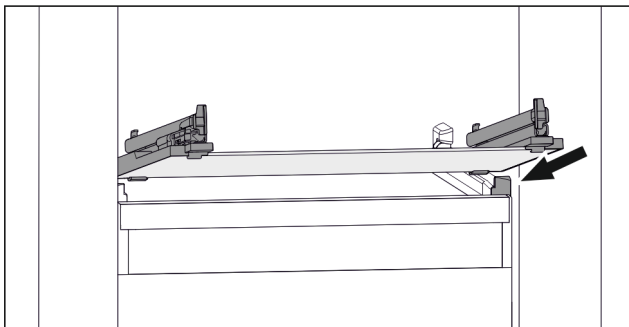

Fig. 134 Beispielhafte Darstellung der Glasplatte
- Glasplatte schräg hinter den Stopperr aufsetzen. (siehe Fig. 134)